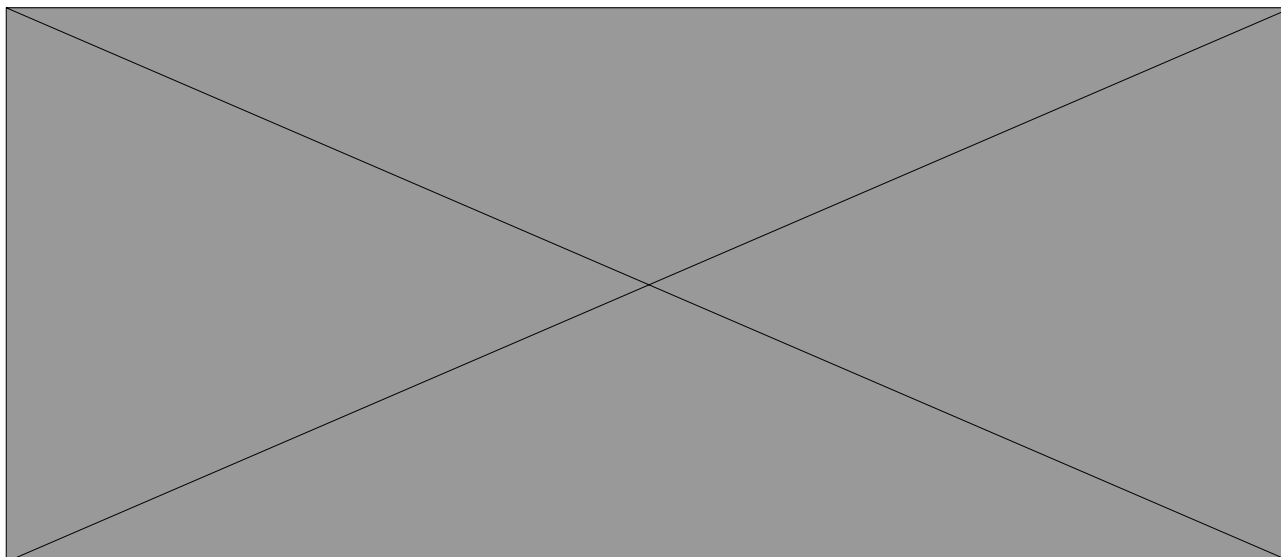

FIGURA 16 // Seleção do destino na aplicação DVISION
- // Toque no campo de introdução do destino (FIGURA 16/1) por cima do mapa de navegação e introduza o seu destino. Com a introdução gradual são apresentados destinos apropriados por baixo do campo de introdução do destino.
- // Ou procure o seu destino no mapa de navegação (FIGURA 16/4), toque no mesmo e mantenha o dedo no mapa por breves instantes. A aplicação DVISION identifica o destino e acrescenta-o no campo de introdução do destino.
- // Ou selecione um destino pessoal a partir dos seus favoritos (FIGURA 16/2). Para isso, toque no campo de introdução do destino e selecione um destino a partir dos seus favoritos situados por baixo. A aplicação DVISION acrescenta o destino no campo de introdução do destino.
- // Ou selecione um dos seus últimos destinos (FIGURA 16/3). Para isso, toque no campo de introdução do destino e selecione um dos seus últimos destinos a partir da lista por baixo dos seus favoritos. A aplicação DVISION acrescenta o destino no campo de introdução do destino.
2. Se o pretender, pode adicionar ao trajeto até dez destinos intermédios (FIGURA 16/6). Para isso, toque nos três pontos junto ao campo de introdução do destino (FIGURA 16/5) e selecione “Adicionar paragem intermédia”.
4. Se pretender trocar a ordem dos seus destinos, toque num dos destinos (FIGURA 16/6) e mantenha o dedo sobre ele durante breves instantes. Depois, arraste o destino para a posição pretendida e largue-o.
5. Toque nos três pontos junto ao campo de introdução do destino (FIGURA 16/5) e selecione “Definições do trajeto”.